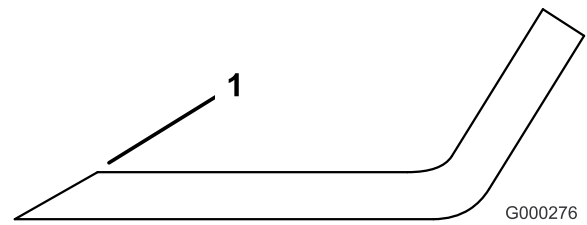

Figure 77
1. Au moyen d'une lime, aiguiser les tranchants aux deux extrémités de la lame (Figure 77) en veillant à conserver l'angle de coupe d'origine. Limez la même quantité de métal sur chacun des deux tranchants pour ne pas déséquilibrer la lame.